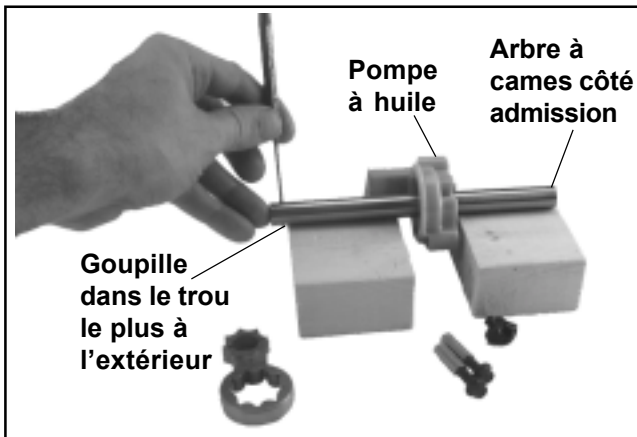

Figure 10-5. Installation de la pompe à huile et du téton d'entraînement inférieur sur l'arbre à cames côté admission.
1. Si la pompe à huile a été retirée de l'arbre à cames côté admission, la remonter sur l'arbre. Les trous des tétons d'entraînement sont usinés pour une adaptation du jeu d'un côté et un ajustement par pressage de l'autre côté. Soutenir l'arbre à cames avec les trous de dégagement vers le haut et installer la plus courte des goupilles de diamètre (2,5 mm (0,098 in.)) dans le trou **extérieur le plus près du fond**. Voir les Figures 10-5 et 10-6. **Centrer la goupille dans l'arbre.**